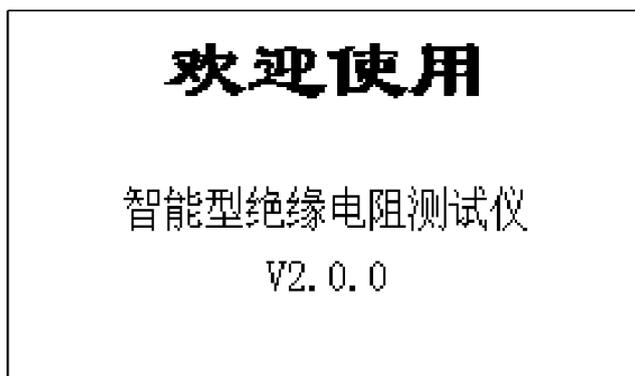

图 1
4.1 测试线连接无误后，打开面板上的电源开关，液晶屏出现如图 1 欢迎使用的开机界面：